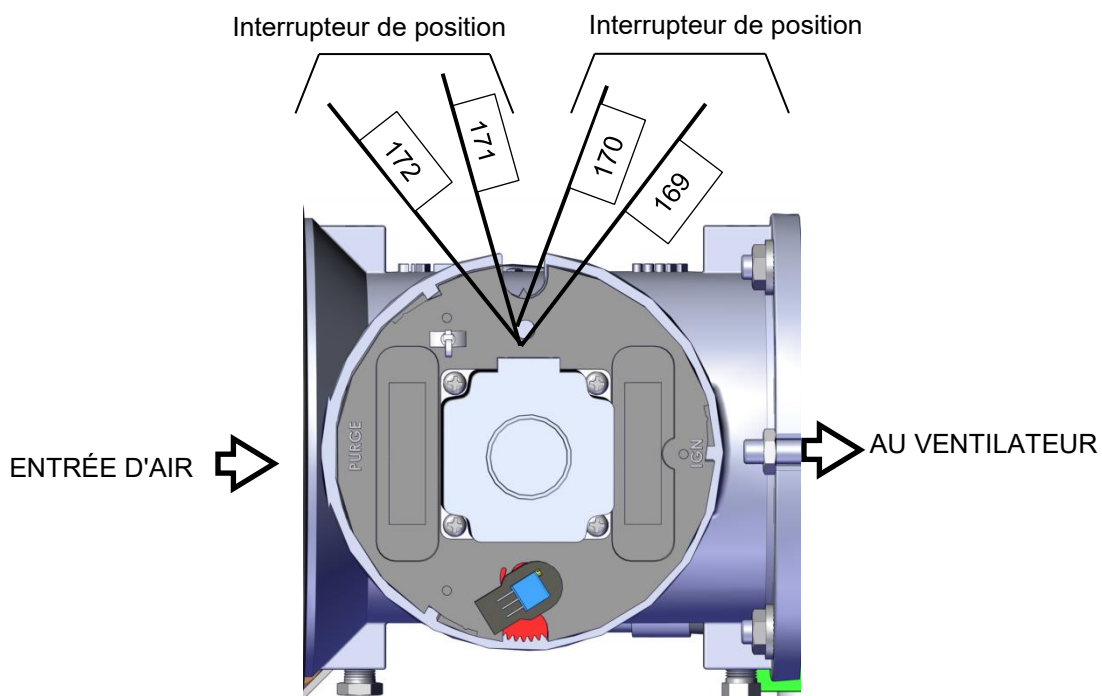

Figure 5-11a : Emplacements de purge et d'allumage de l'air/carburant – BMK750/1000
5. Retirez l'un des deux fils (#171 ou #172) de l'interrupteur de purge (figure 5-11a – 5-11c).
5. Retirez l'un des fils (#169 ou #170) de l'interrupteur d'allumage (voir les figures 5-11a à 5-11c, ci-dessus).